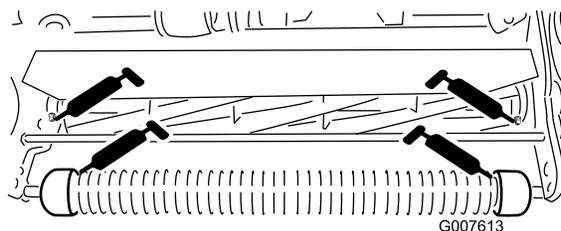

図 24
- 前ローラ2ヶ所 図 24
- リールベアリング2ヶ所 図 24